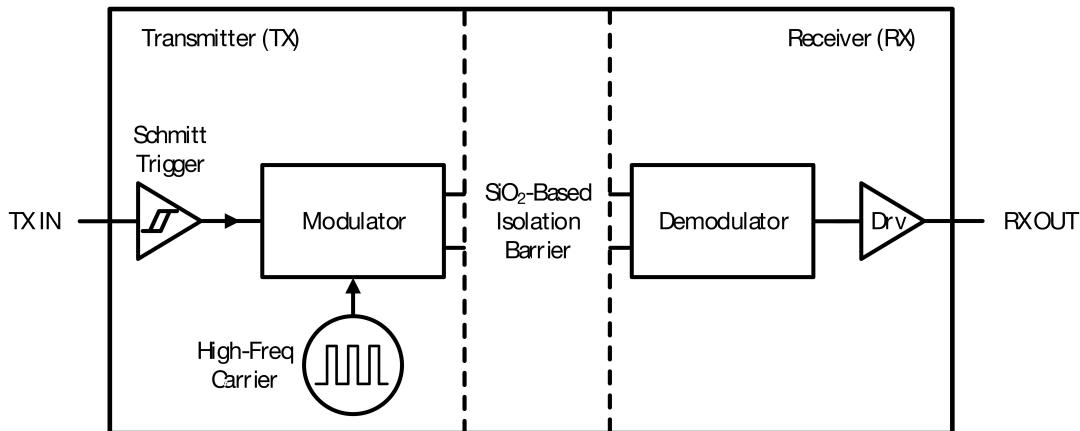
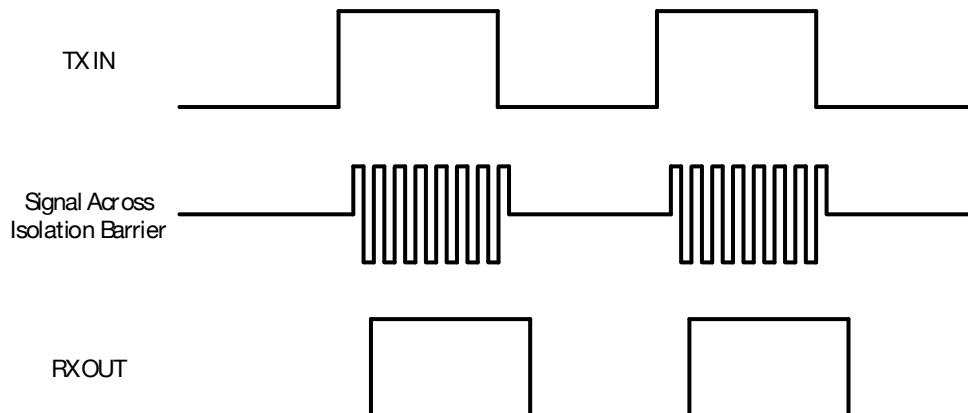

图 5-2 隔离通道的框图
图 5-3 OOK 调制方案的工作波形示意图
AMC130x器件使用简单的开关键控 (OOK) 调制方案在基于二氧化硅的隔离层之间传输信号。该隔离支持高低压域之间高达 $5 \text{ kV}_{\text{RMS}}$ 的电气隔离。隔离通道的框图如图 5-2 所示。如图 5-3 所示，当数位流为高电平时，发射机 (TX) 通过高频载波对其进行调制，当数位流为低电平时则不调制。接收机 (RX) 解调通过隔离层的信号并将其准确地恢复成数位流。隔离通道采用全差分电容耦合架构，对共模瞬态噪声不敏感，因此可以最大化 CMTI 性能。该结构和相关电路同时提供低辐射和高磁场抗扰度。